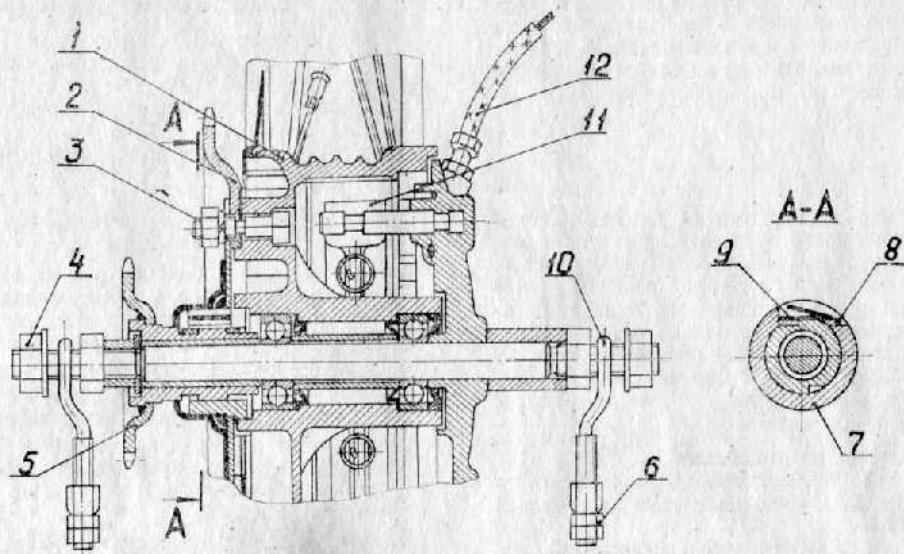

Рис. 6. Втулка заднего колеса
4. Втулка заднего колеса представлена на рис. 6.
Механизм втулки заднего колеса (рис. 6) осуществляет следующие циклы работы: